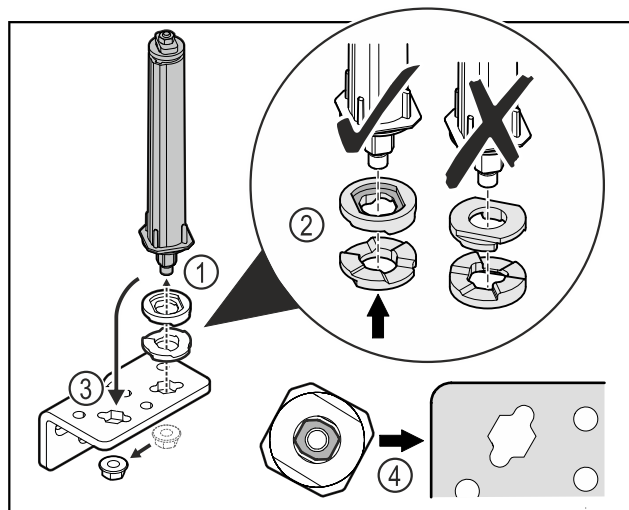

Fig. 41
- Uvoľnite maticu a odstráňte systém zatvárania dverí Fig. 41 (1).
- Dbajte na správne vyrovnanie podložiek na výškové prestavenie Fig. 41 (2).
- Premiestnite systém zatvárania dverí v uholníku závesu a zafixujte ho maticou Fig. 41 (3).
- Dbajte pri nasadzovaní na správne vyrovnanie systému zatvárania dverí Fig. 41 (4).